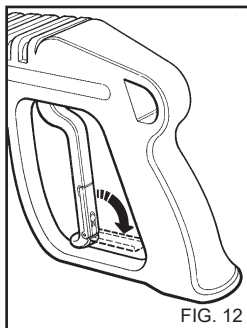

FIG. 12
- Lukitse laitteen varressa oleva turvalaite silloin, kun laitetta ei käytetä. (Fig. 12).